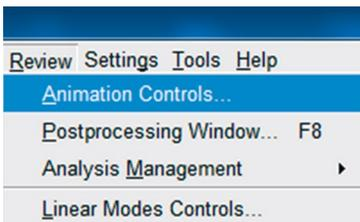

Figura 5.176 – Janela correspondente à animação do modelo da suspensão.
- Acesse o menu *Review* → *Animation Controls* (Figura 5.176).